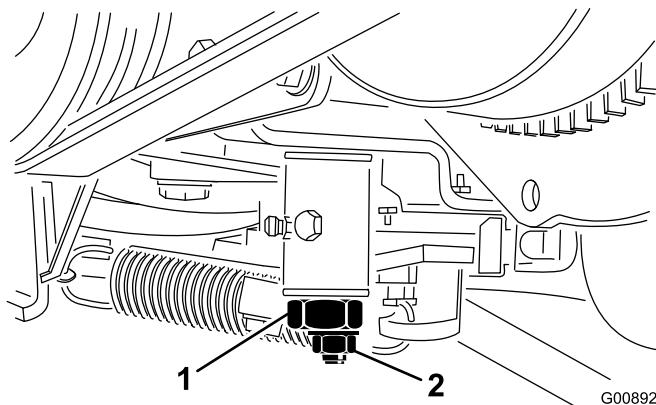

図 56
4. トラクション調整カムのロックナットをゆるめる(図 56)。